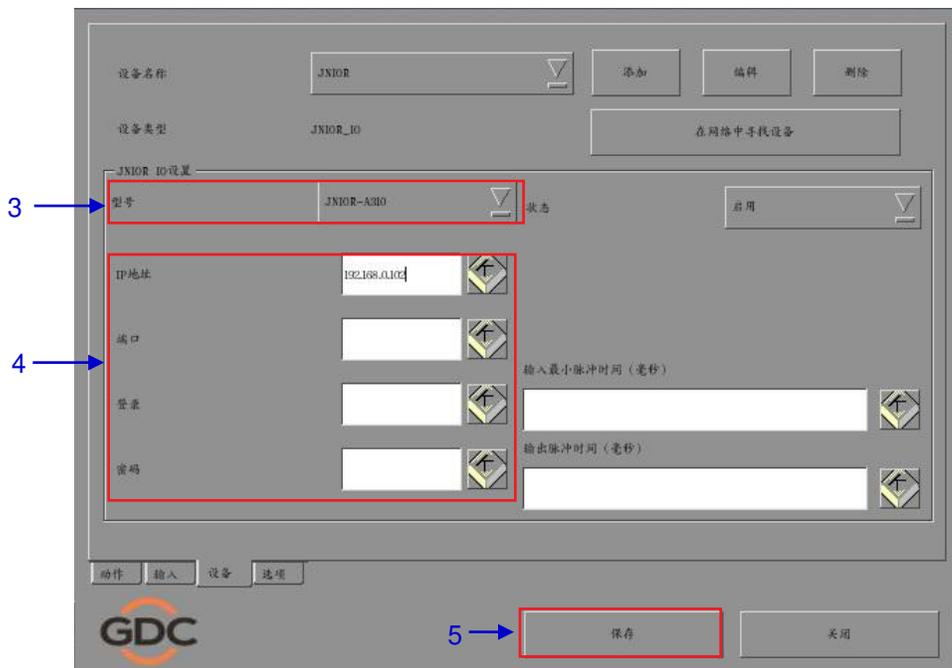

图 68 JN10R 设备的自动化设置.
3. 输入 JN10R 设备的 IP 地址 (见图 68) 。